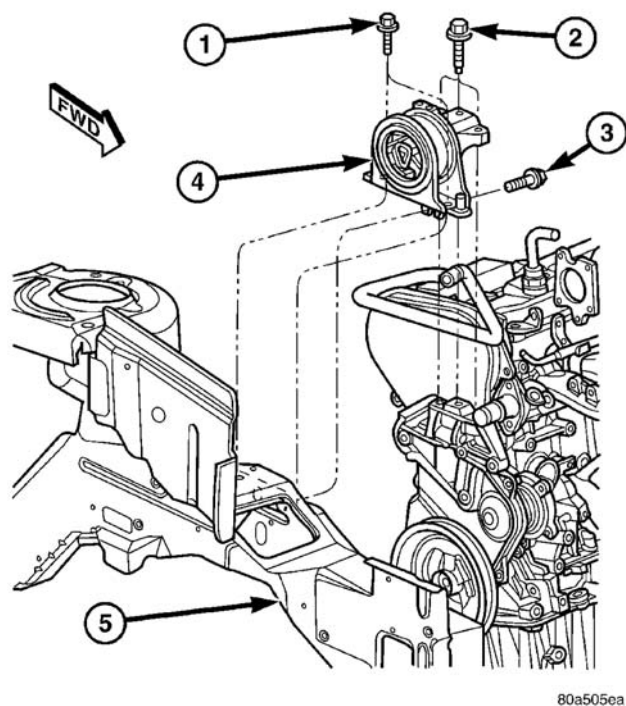

图 86 至纵梁和发动机的右支座
- (1) 卸下空气滤清器外壳盖和清洁节气门体的空气软管。
- (2) 卸下空气滤清器滤芯和外壳。
- (3) 从气缸盖罩断开补偿空气软管。
- (4) 通过用落地式千斤顶小心地支撑发动机组件的方式卸下右发动机支座上的负载。
- (5) 从发动机支座支架断开电气线束支撑夹。
- (6) 卸下将发动机支座装接至车架纵梁的垂直螺栓（图 86）。
- (7) 拧松将发动机支座将接至车架纵梁的水平螺栓（图 86）。
- (8) 卸下将发动机支座装接至发动机支架的螺栓（图 86）。
- (9) 卸下右发动机支座（图 86）。
- (1) 置定右发动机支座和安装车架纵梁至支座的垂直螺栓（图 86）。
- (2) 紧固发动机右支座至纵梁的水平螺栓（图 86）。
- (3) 安装支座至发动机支架的螺栓（图 86）。
- (4) 将电气线束支撑夹连接至发动机支座支架。
- (5) 从发动机下面卸下千斤顶。
- (6) 将补偿空气软管连接至气缸盖罩。
- (7) 安装空气滤清器外壳和滤芯。
- (8) 安装空气滤清器外壳盖和清洁至节气门体的空气管。